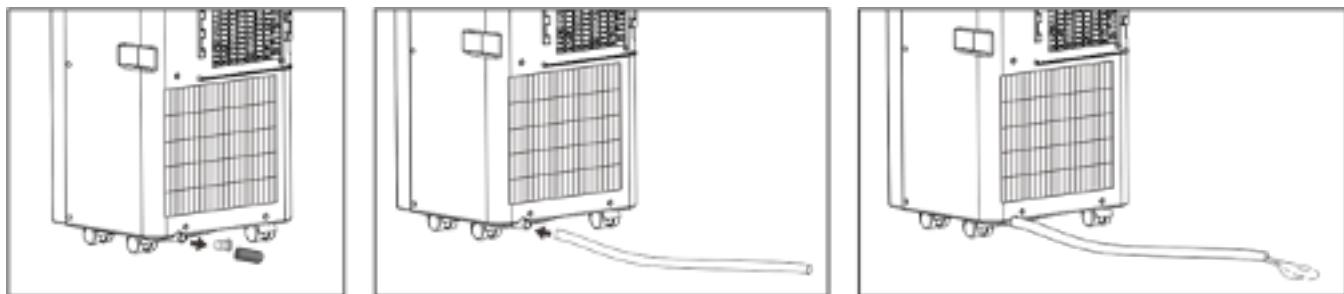

Fig. 5b
Vindusglidesetet skal installeres «horisontalt» eller «vertikalt». Som vist i fig. 5a og fig. 5b, må du kontrollere min. og maks. størrelse på vinduet før installasjonen.
1. Installer vindussettet på vinduet (fig. 5a, fig. 5b).